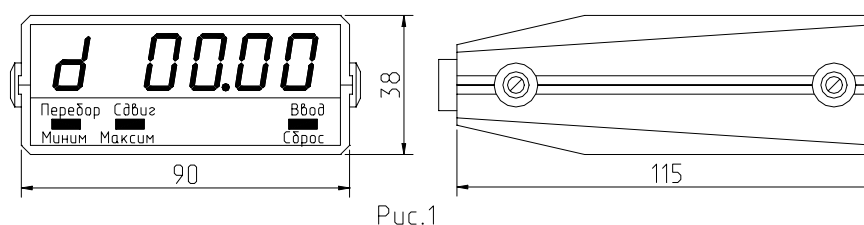
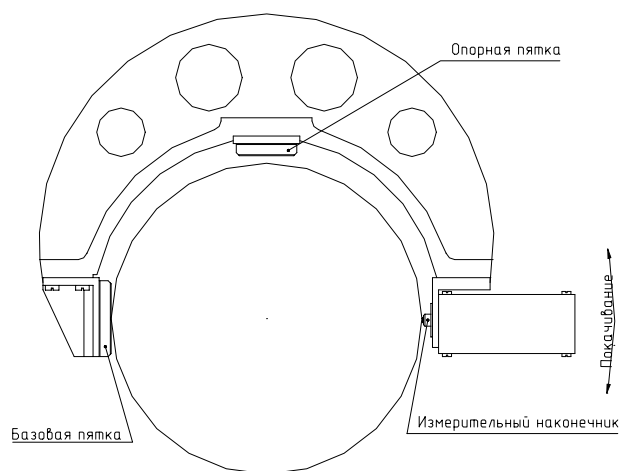

Рис.1
Рис.2
-Габариты УЦИ, мм	см.рис.1
4.1. В состав прибора входит устройство цифровой индикации (рис.1), скоба для измерения диаметра (рис.2) и установочная мера (по заказу).
**4.6.** Измерение наружного диаметра производится в следующем порядке (См. рис.2). Устанавливают скобу на измеряемую поверхность. Поверхности базовой пятки, опорной пятки и подпружиненный измерительный наконечник находятся в контакте с поверхностью, причем измерительный наконечник находится заведомо ниже диаметральной точки. УЦИ переводится в режим индикации максимума. После этого, удерживая базовую пятку в плотном контакте с поверхностью, скобу приподнимают в направлении стрелки. Значение диаметра, соответствующее максимальному перемещению измерительного наконечника автоматически фиксируется на дисплее УЦИ.